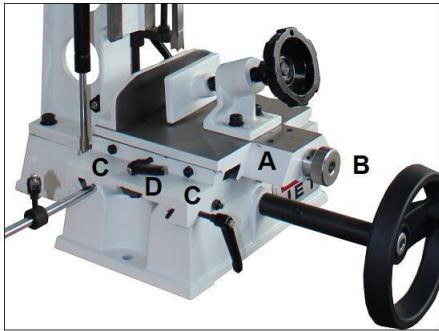

Рис. 17
Верхнюю часть стола (поз. 42), на которую устанавливается заготовка, можно перемещать вперед/назад по направляющим типа "ласточкин хвост". Рис. 17, А. Перемещается стол посредством ручки с накаткой (поз. 38) (B).
1. Чтобы ход стола стал более свободным, или наоборот, тугим, давление на направляющие можно отрегулировать с помощью двух винтов с гайками (поз. 54, 53). Рис. 17, С. Винты прижимают пластину (поз. 55), которая опирается на пазы стола типа "ласточкин хвост".